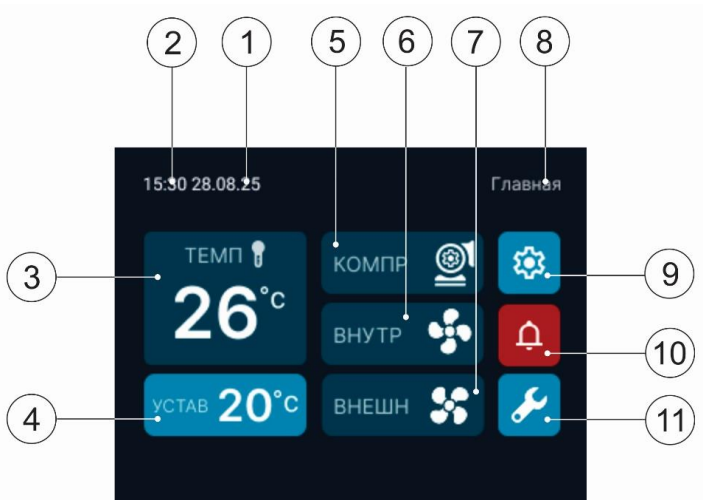

Рис. 3 – Структура меню панели управления
6.2.2 Структура меню и главный экран панели управления показаны на рис. 3 и 4 соответственно.